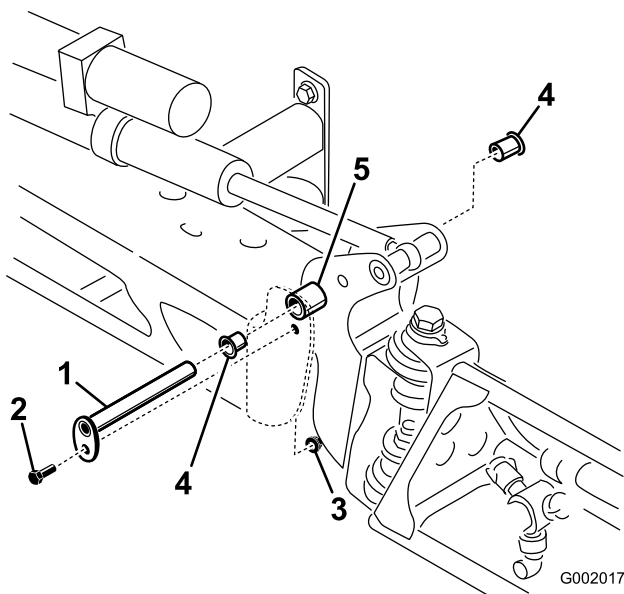

Figure 72
3. Lorsque le poids de la rampe est supporté, retirez le boulon et l'écrou de fixation de l'axe de pivot à l'ensemble rampe (Figure 72). Retirez l'axe de pivot.
5. Déposez et examinez les bagues en nylon à l'avant et à l'arrière du support de pivot (Figure 72). Remplacez les bagues défectueuses.
7. Montez l'ensemble rampe et support de pivot dans le bâti central en alignant les ouvertures (Figure 72).